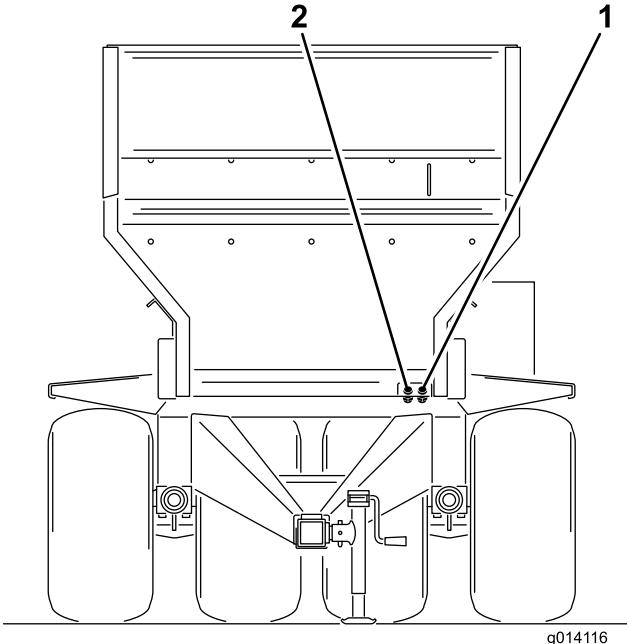

图17
6. 将两个液压软管从机器连接到牵引车。面对机器前端，将右侧的软管连接到压力侧，将左侧的软管连接到回流侧（图17）。回流软管有一个管线式单向阀。单向阀上的箭头应面向牵引车的回流接头。